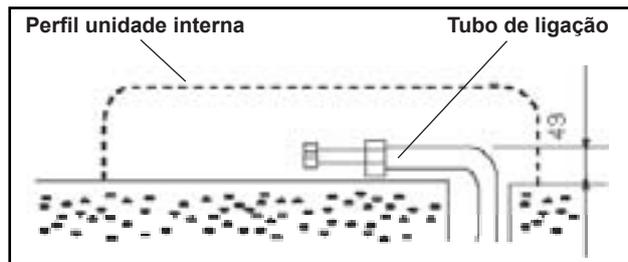

FIGURA 9 - TUBO DE CONEXÕES
- * Dobrar o tubo de conexão para que a saliência máxima não ultrapasse 43 mm de altura da parede. Veja figura 9.